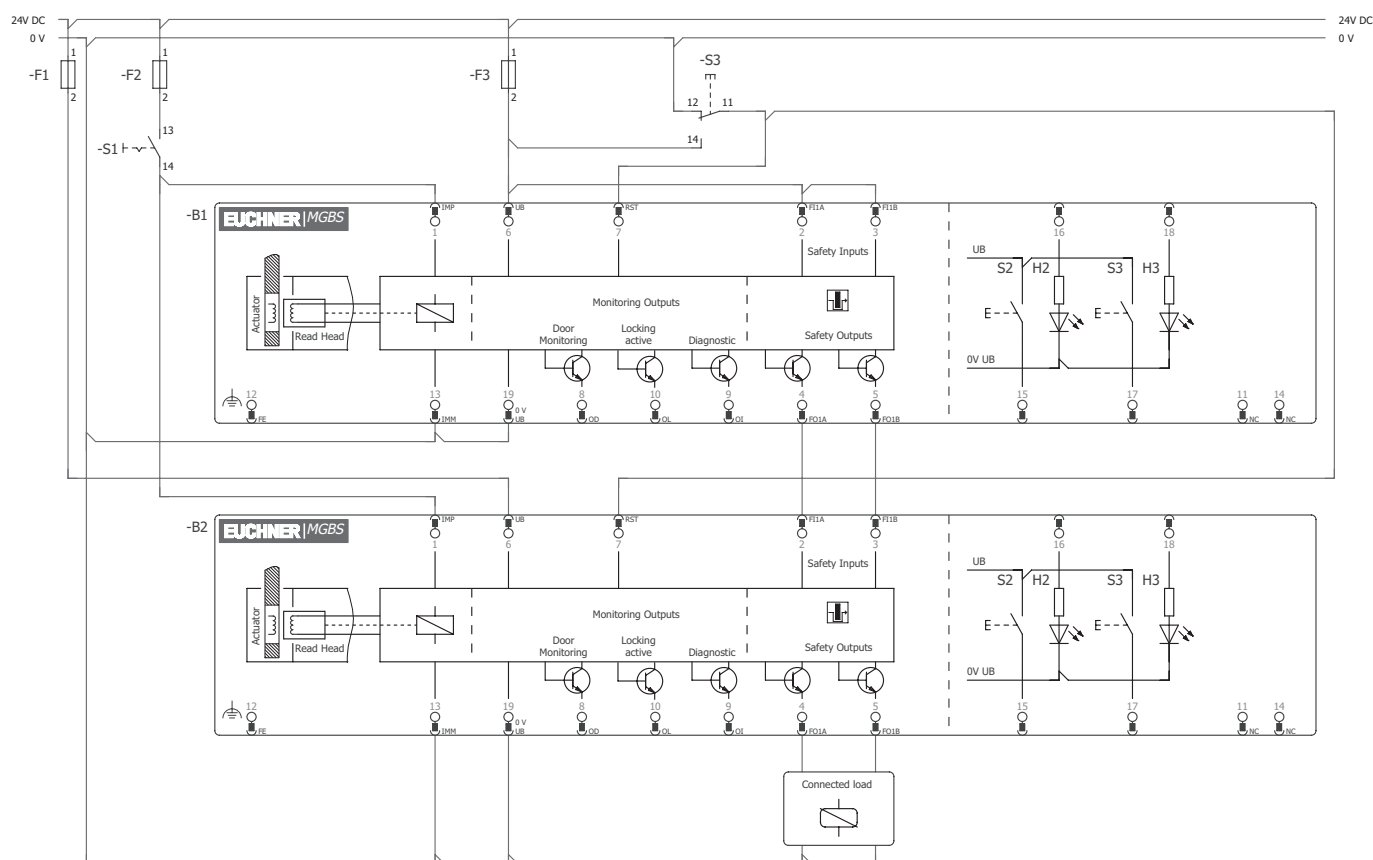

Fig. 6: Esempio di collegamento per una catena di fincorsa, esecuzione con connettore M23
- ▶ Si dovrà utilizzare un segnale comune per tutti i moduli di ritenuta di una catena. Questo potrebbe provenire da un deviatore oppure dall'uscita di un sistema di controllo. Un pulsante, in questo caso, non è idoneo poiché durante l'esercizio il reset deve sempre essere applicato a GND (vedi fincorsa S3 alla Fig. 6 a pagina 29).
Perché questo sia possibile, l'ingresso RST deve essere collegato come illustrato alla *Fig. 6 a pagina 29*.